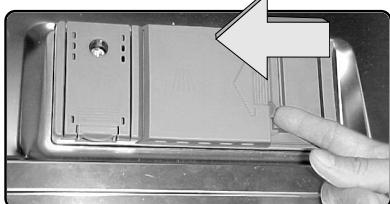

Figure 18/Illus. 18
1. If the detergent dispenser cover is closed, open it by pressing the blue release tab **into the dispenser as shown by arrow A in Figure 18. Note: Pushing down on the release tab will not open the cover**
1. Si le couvercle du distributeur de détergent est fermé, l'ouvrir en pressant la languette de dégagement **dans le distributeur**, comme à la figure 18. **Remarque : en poussant la languette de dégagement, cela n'ouvre pas le couvercle.**
1. Si la cubierta del surtidor de detergente está cerrada, ábrala por medio de oprimir la lengüeta de desenganche **hacia adentro del surtidor** tal como se muestra con la flecha A en la Ilustración 18. **Nota: La cubierta no se abre cuando se oprime la lengüeta de desenganche.**